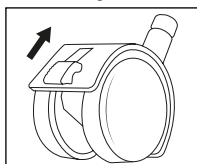

Fig. 5
- ◆ Para simplificar o transporte do aparelho, este dispõe de quatro rodas **10/11**. Solte a alavanca de ambas as rodas com alavancas de fixação **11**, empurrando a alavanca para cima (ver fig. 5). Agora, o aparelho pode ser deslocado comodamente.